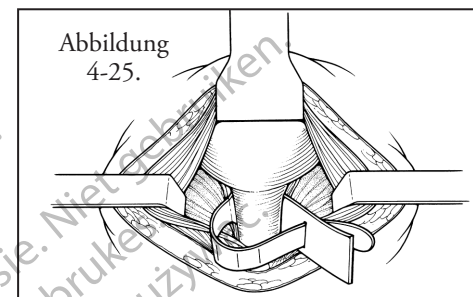

Abbildung 4-25.
2. Zur Ermittlung der erforderlichen Manschettengröße wird der Umfang der Harnröhre am Blasen Hals mit dem Manschetten-Messinstrument gemessen. Manschetten-Messinstrument dazu an der Stelle, an der die Manschette implantiert werden soll, um die Harnröhre legen. Sie muss eng sitzen, darf die Harnröhre aber nicht einschränken. Wenn ein Katheter in die Harnröhre eingeführt wurde, muss dieser entfernt werden, bevor der Blasen Hals gemessen werden kann (**Abbildung 4-25**).